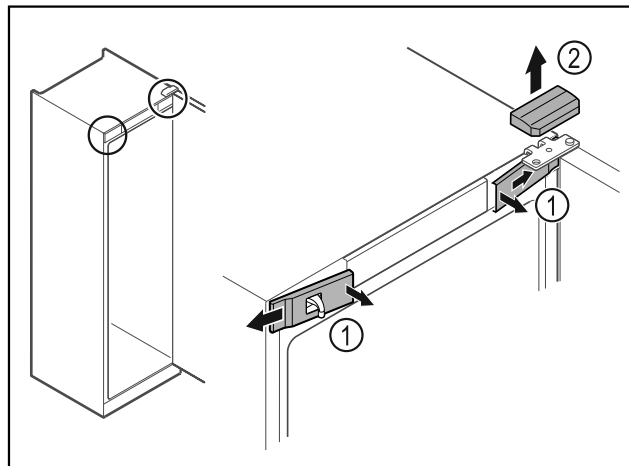

Fig. 8
- ▶ Odstíťte zvnútra predné kryty Fig. 8 (1) a odoberte ich do strany.
- ▶ Odoberte horný kryt Fig. 8 (2) nahor.